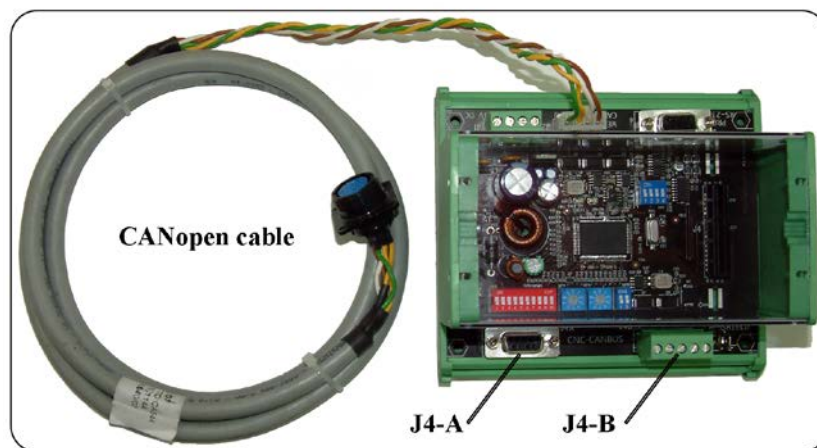

fig. 3
3.1 Composición art. 107.00 (fig. 3).